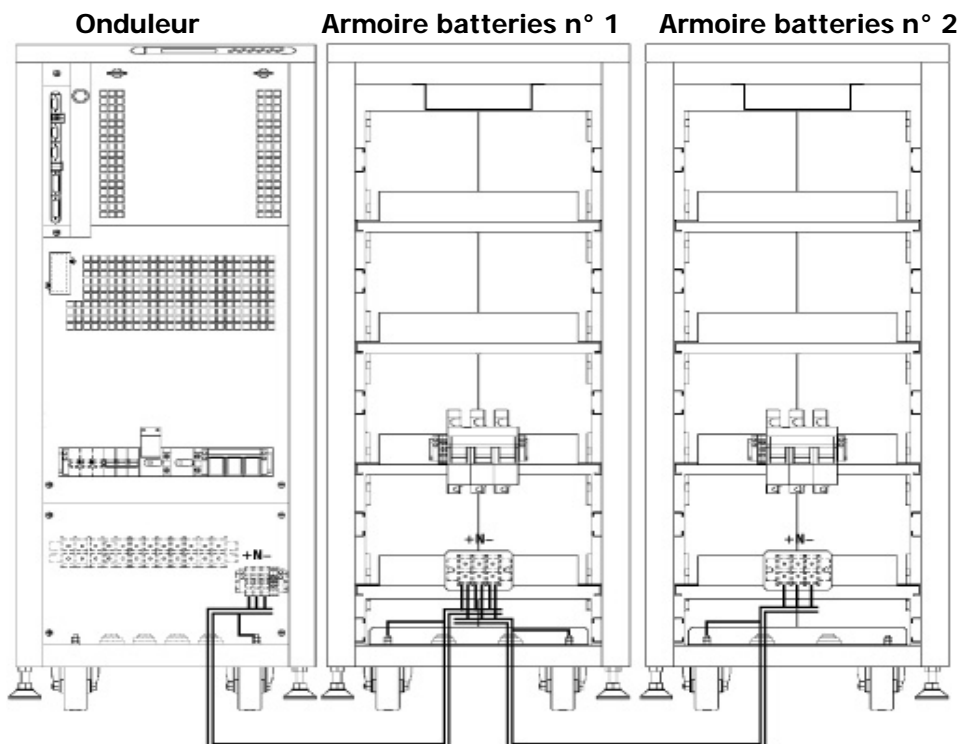

Fig.15. Exemple de connexion de l'onduleur et de deux armoires batteries.
- L'onduleur avec bloc batterie sera connecté à la ligne principale des câbles d'alimentation, en raccordant les bornes (X11), (X23) et (X12) de l'onduleur aux bornes (X47), (X49) et (X48) du bloc batterie, en respectant les polarités spécifiées sur les étiquettes de part et d'autre et dans ce manuel, ainsi que la couleur des câbles (rouge pour positif, noir pour négatif, bleu pour le plot central (N) et vert-jaune pour la liaison terre), voir fig. 15.
- Lorsque plusieurs blocs batteries sont alimentés, gardez en mémoire que la connexion doit être faite en parallèle avec l'onduleur. Par exemple, le câble noir de la borne négative de l'onduleur sur la borne négative du premier bloc batterie, et de cette borne au deuxième bloc batterie, et ainsi de suite. Procédez de la même façon avec le câble rouge pour la liaison positive, bleu pour le plot central (N) et vert-jaune pour la terre.